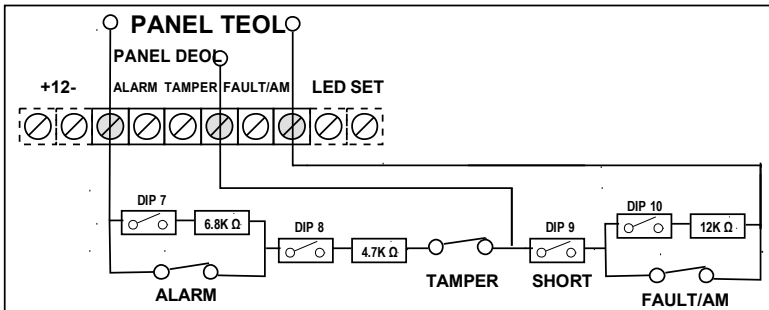

Figure 1
1. Desserrez la vis de fixation et retirez le détecteur du support de montage (reportez-vous à la Figure 1).